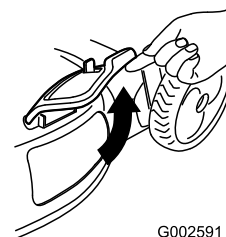

Bild 30
2. Öffnen Sie die Seitenauswurfklappe (Bild 30).